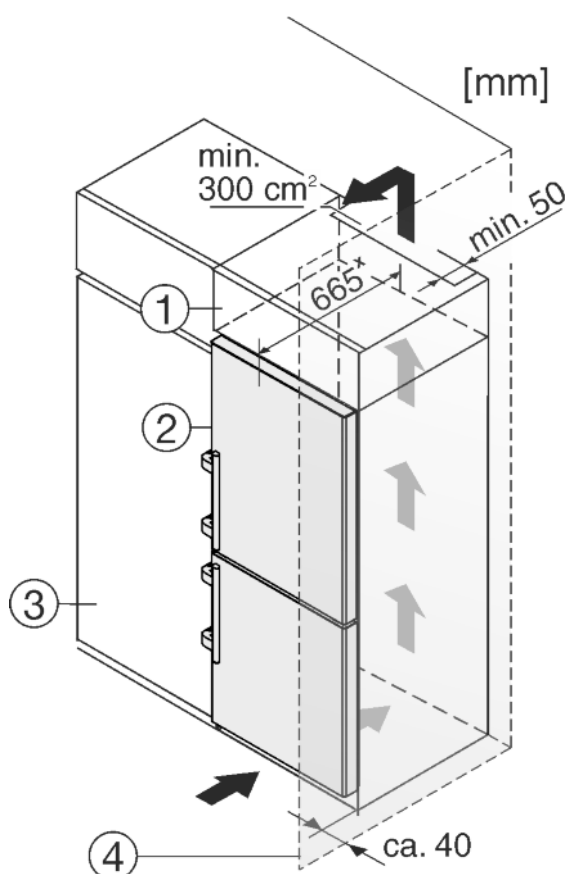

Fig. 41
- (1) Колонна на столешницу
- (2) Устройство
- (3) Кухонный шкаф
- (4) Стена
Устройство может быть окружено предметами кухонной обстановки. Чтобы уравнивать устройство Fig. 41 (2) по высоте с кухонной стенкой, можно установить над устройством соответствующий дополнительный шкафчик Fig. 41 (1).
В комбинации с кухонными шкафами устройство можно устанавливать непосредственно рядом с кухонным шкафом Fig. 41 (3). Чтобы можно было полностью открыть двери, устройство должно выступать, как минимум, на 65 мм* относительно передней стенки кухонного шкафа. В зависимости от глубины кухонных шкафов и использования пристенных распорок устройство может выступать и больше.
Если устройство установлено на шарнирах у стены Fig. 41 (4), то расстояние между устройством и стеной должно быть не менее 40 мм. Настолько выступает ручка при открытой дверце.